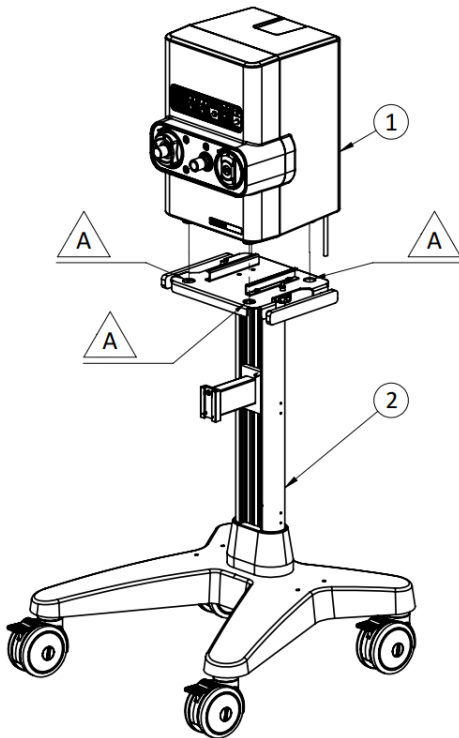

Fig. 3-2 Montaje sobre pedestal.
con las perforaciones de la bandeja del pedestal (A). Apoyar la unidad ventilatoria sobre la bandeja del pedestal (Fig. 3-2).